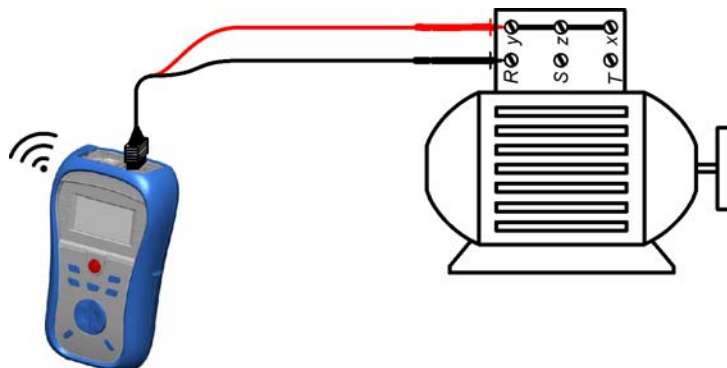

Figura 5.7: Utilización del cable de prueba universal
- ❑ **Conecte** los cables de prueba al objeto comprobado (vea la figura 5.7).